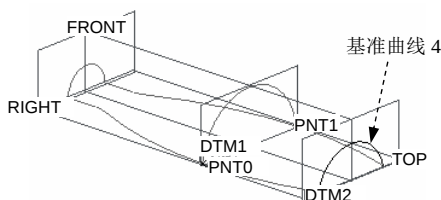
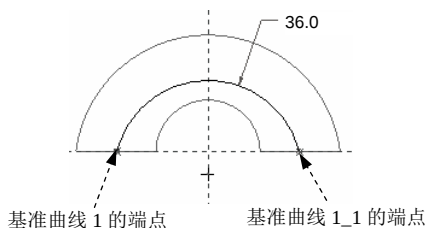

图 6.7.41 创建基准曲线 4
图 6.7.42 截面草图
Step10. 创建图 6.7.41 所示的基准曲线 4。
(1) 单击“草绘”按钮.
(2) 定义草绘截面放置属性：设置 DTM2 基准平面为草绘平面；采用默认的草绘视图方向；TOP 基准平面为草绘平面的参考，方向为 **顶**；单击 **草绘** 按钮。
(3) 进入草绘环境后，接受默认草绘参考，再选取基准曲线 1 和基准曲线 1_1 的端点为草绘参考，然后绘制图 6.7.42 所示的截面草图，完成后单击  按钮（注意：圆弧的两个端点分别与基准曲线 1 和基准曲线 1_1 的端点对齐）。